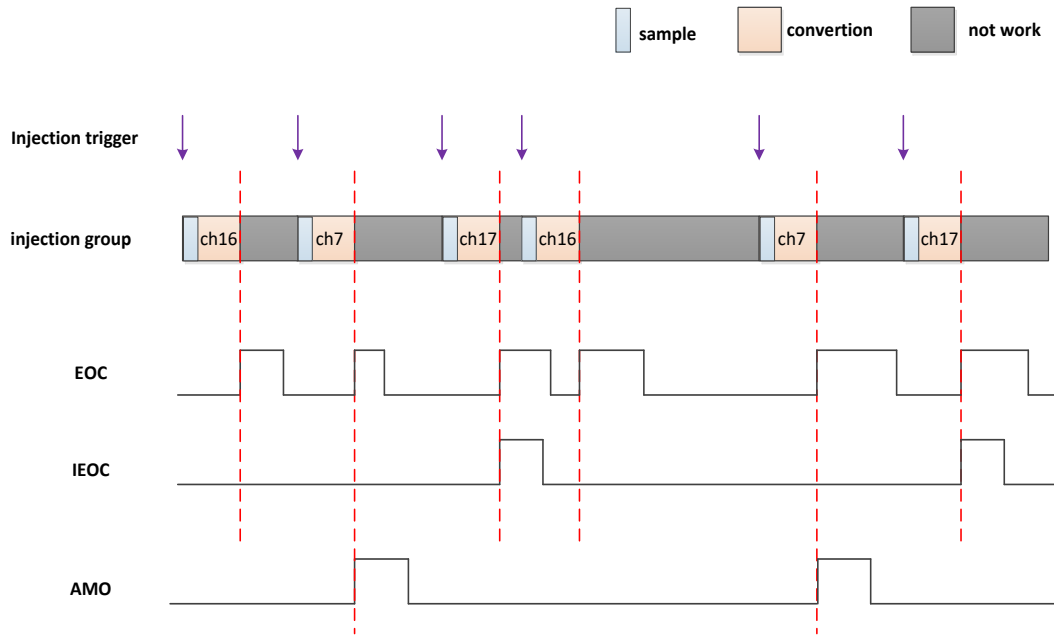

图 9-23 情形 3 下的三个标志行为
**【情形 3】** 在 mode8 下的状态标志生成时刻如图 9-23 所示。